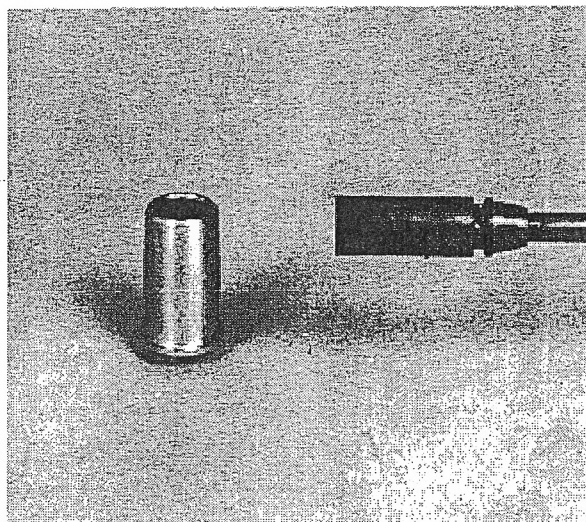

FIG. 177
4. Si no lo has hecho, quita la arandela de goma, Pieza No. LI-8115-11, de la base de aluminio. Pon una nueva en su sitio y coloca la base boca arriba en una superficie dura y plana. Con un soldador de propano calienta la base entre 65° C y 90° C (150-200 F). (Fig 177). A esta temperatura mete el final del eje en la base, apriétalo todo lo que puedas hasta que quede totalmente asentado.